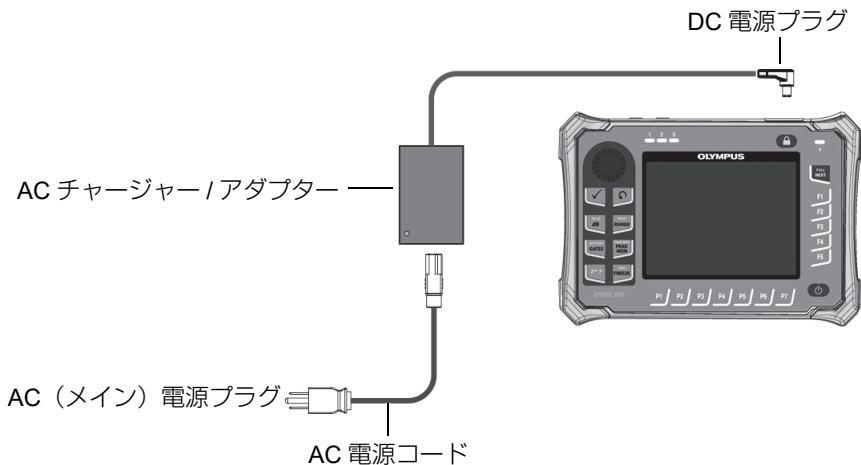

図 2-2 チャージャー / アダプターの接続
1. チャージャー / アダプターに電源コードを接続した後、適切な電源コンセントに接続します (58 ページの図 2-2 「チャージャー / アダプターの接続」参照)。